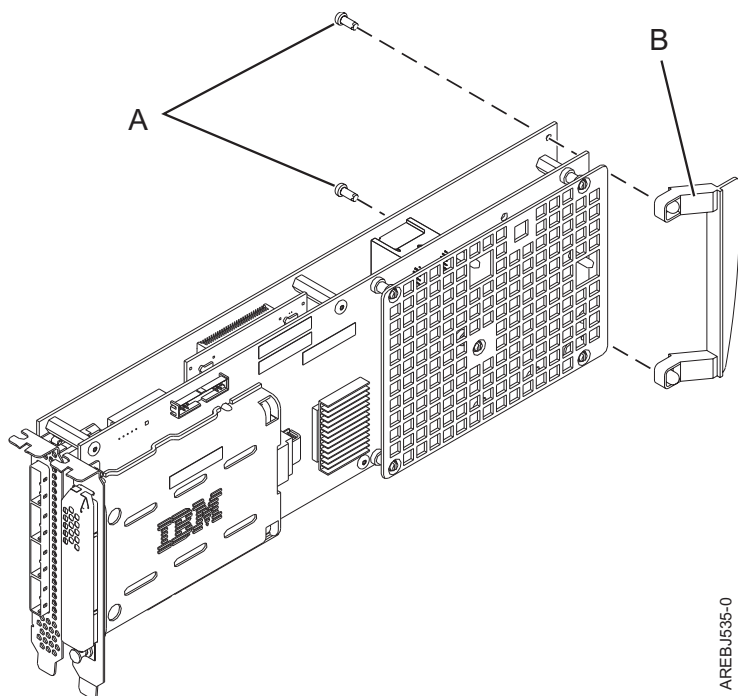

Figura 49. Anexação da alça do adaptador do cassete
- a. Remova a alça do adaptador **B**, conforme mostrado na Figura 49.